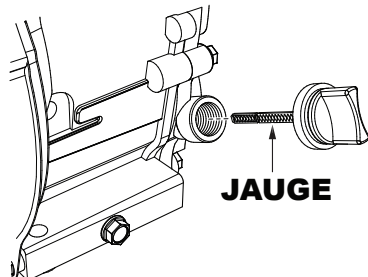

Figure 10. Démontage de la jauge de niveau d'huile du moteur
2. Retirer la jauge de remplissage du trou de remplissage d'huile de moteur (Figure 10) et l'essuyer.